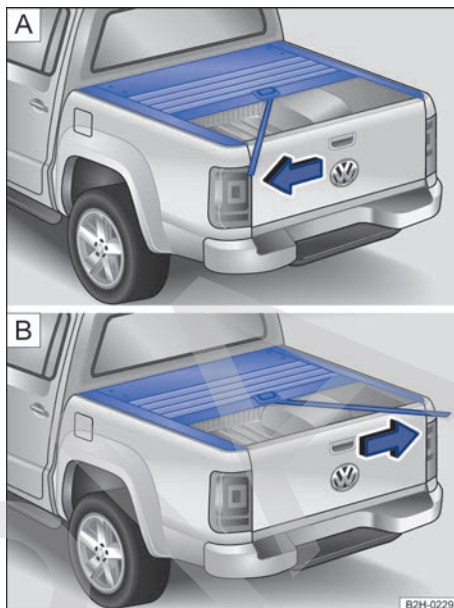

Fig. 29 Cubierta enrollable: [C]: activar el mecanismo de bloqueo; [D]: desactivarlo.
- **Abrir completamente:** tire de la manija ② A hacia arriba hasta el tope. La cubierta se abre automáticamente. La cinta ⑤ B permanece en el centro.
- **Posición intermedia:** tire de la manija ② A hacia arriba, hasta el tope, y durante la apertura, tire de la cinta ⑤ B hacia la izquierda, en el sentido de la flecha → fig. 29 C. La cubierta encastra en la posición intermedia. **O BIEN:** tire levemente de la manija ② A hacia arriba. La cubierta encastra en la posición intermedia.
- **Abrir completamente desde la posición intermedia:** tire de la cinta hacia la derecha, en el sentido de la flecha → fig. 29 D. La cubierta se abre automáticamente.